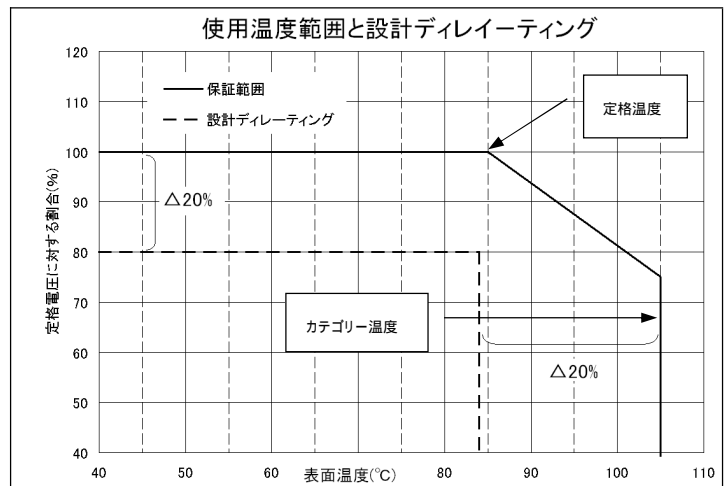

図 12.9.1 電圧・温度低減率と設計マージン
9.2.2 温度: 図 12.9.1 に示すように、フィルムキャパシタは誘電体の種類によって、電圧低減が不要な定格温度と、電圧低減してもこれ以上は使えないカテゴリ上限温度がある (キャパシタ表面温度)。温度に関してはカテゴリ上限温度の 80%以下とするとともに、自己温度上昇が(許容値 × 80%)内であることを。(温度に関しては過度の判断はありません)